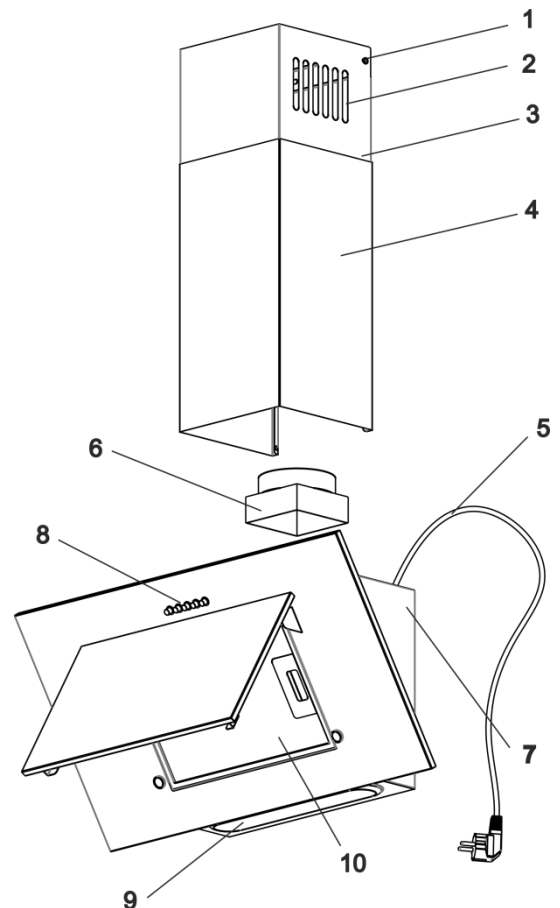

Рис.3
5.4 Вытяжка состоит из следующих составных частей (рис.3):